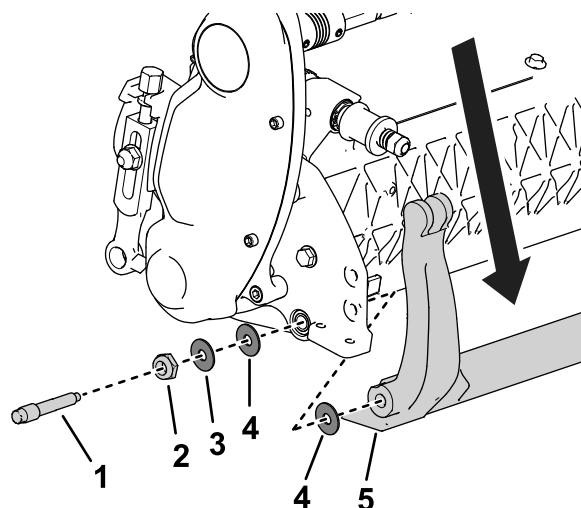

Figura 20
3. Pe fiecare latură a mașinii, slăbiți contrapiulița indicată în Figura 20.
4. Îndepărtați fiecare șurub al barei de cadru, permițând tragerea în jos și îndepărtarea acestuia de pe unitatea de tăiere (Figura 20).
Asigurați-vă că la fiecare capăt al barei de cadru există 2 șaibe de oțel și 1 șaibă din nailon (Figura 20).
3. Amplașați o șaibă din nailon pe fiecare parte a butucului plăcii laterale. Amplașați o șaibă din oțel în afara fiecărei șaibe din nailon (Figura 20).